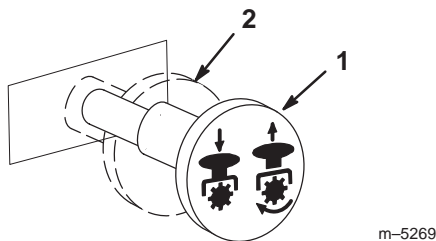

Bild 14
- Ziehen Sie den Zapfwellenschalter auf EIN (Bild 14).
- Drücken Sie den Zapfwellenschalter ein. Dadurch wird der Schalter zum Deaktivieren auf AUS gestellt (Bild 14).